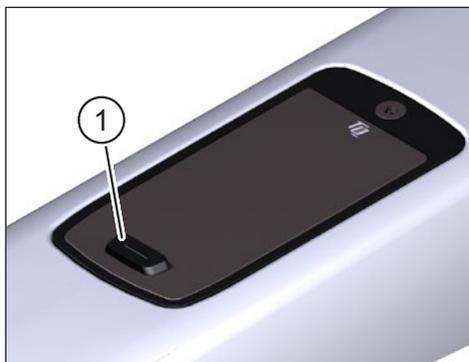
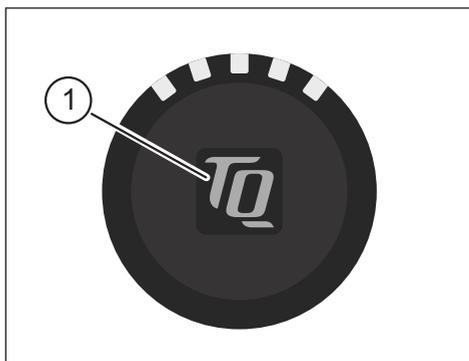

Fig. 1: Display
Fig. 2: Bar End Display
- ▶ Allumez le système en appuyant **brèvement** sur le bouton-poussoir (élément 1 Fig. 1) du Display ou sur le Bar End Display (élément 1 Fig. 2).
- ▶ Éteignez le système en appuyant **longuement** sur le bouton-poussoir (élément 1 Fig. 1) du Display ou sur le Bar End Display (élément 1 Fig. 2).